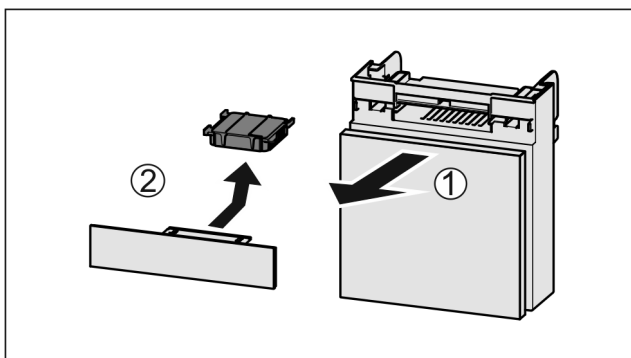

Fig. 118
- ▶ Vyťahnite zásuvku smerom dopredu Fig. 118 (1).
- ▶ Vyberte aktívny uhlíkový filter Fig. 118 (2).